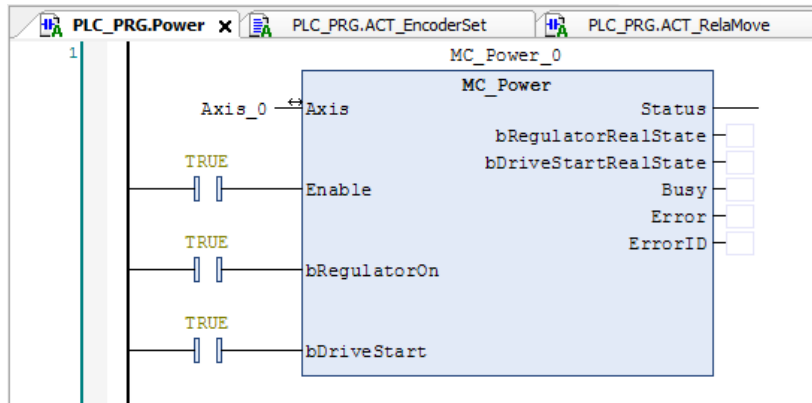

图 9.2 使能模块
3) 按照步骤2的方法依次添加上电模块 Power、相对运动模块 ACT\_RelMove、编码器设置模块 ACT\_EncoderSet，并填写相应的参数，如图 9.2~9.4 所示。